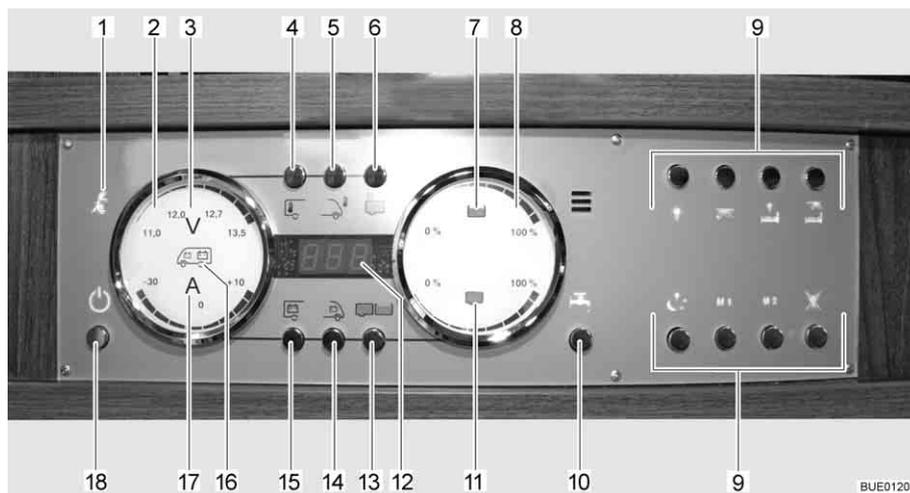

Fig. 136 Panneau de contrôle LT 510
Le voyant de contrôle 230 V (Fig. 136,1) s'allume si l'arrivée du bloc électrique est sous tension de réseau.
L'interrupteur principal 12 V (Fig. 136,18) établit ou coupe le panneau de contrôle et l'alimentation 12 V de la cellule.
- Appuyer brièvement sur la touche d'alimentation 12 V (Fig. 136,18). L'alimentation 12 V de la cellule est assurée. L'indicateur de contrôle "12 V" s'allume.
- ▷ La tension de la batterie de cellule est trop faible quand les DEL "11,0" de l'affichage en Volt et le symbole Volt "V" (Fig. 136,3) clignotent dans l'indicateur des batteries (Fig. 136,2) après la mise sous tension. Charger la batterie.
- ▷ La coupure de batterie est active quand l'indicateur de contrôle "12 V" et le symbole Volt "V" (Fig. 136,3) clignotent trois fois après la mise sous tension. Désactiver la coupure de batterie.
- Appuyer brièvement sur la touche d'alimentation 12 V (Fig. 136,18). L'alimentation 12 V de la cellule est coupée. L'indicateur de contrôle "Alimentation 12 V" s'éteint.
- Appuyer sur la touche batterie de cellule (Fig. 136,15) et la maintenir enfoncée pendant 10 secondes environ. Le symbole Volt "V" (Fig. 136,3) et l'indicateur de contrôle "12 V" clignotent trois fois. La batterie de cellule est coupée du réseau de bord de 12 V.
- Appuyer sur la touche d'alimentation 12 V (Fig. 136,18) et la maintenir enfoncée pendant 5 secondes environ. Le symbole Volt "V" (Fig. 136,3) et l'indicateur de contrôle "12 V" clignotent trois fois. La batterie de cellule est branché au réseau de bord 12 V. L'indicateur de contrôle s'allume au bout d'env. 5 secondes.
- Appuyer sur la touche de la batterie de cellule (Fig. 136,15). Le symbole Volt "V" (Fig. 136,3) s'allume. Le symbole Ampère "A" (Fig. 136,17) est allumé en blanc ou en rouge suivant l'état de chargement ou de déchargement. Les DEL à l'intérieur de l'indicateur indiquent la tension de la batterie et le courant de la batterie de cellule.
- Appuyer sur la touche de la batterie de démarrage (Fig. 136,14). Le symbole Volt "V" (Fig. 136,3) s'allume. Des DEL à l'intérieur de l'indicateur indiquent la tension de la batterie de démarrage.
- Appuyer sur la touche réservoirs (Fig. 136,13). Les symboles réservoir d'eau (Fig. 136,7) et réservoir d'eaux usées (Fig. 136,11) s'allument. Des DEL à l'intérieur de l'indicateur indiquent le niveau du réservoir d'eau (échelle supérieure) et celui du réservoir d'eaux usées (échelle inférieure).
Le symbole du réservoir d'eau (Fig. 136,7) ou celui du réservoir d'eaux usées (Fig. 136,11) clignote quand le réservoir d'eau est vide ou que le réservoir d'eaux usées est plein.
L'affichage numérique (Fig. 136,12) permet d'indiquer les températures intérieure et extérieure.
- Affichages : ■ Appuyer sur la touche température intérieure (Fig. 136,4). La température intérieure s'affiche.
■ Appuyer sur la touche de la température extérieure (Fig. 136,5). La température extérieure s'affiche.